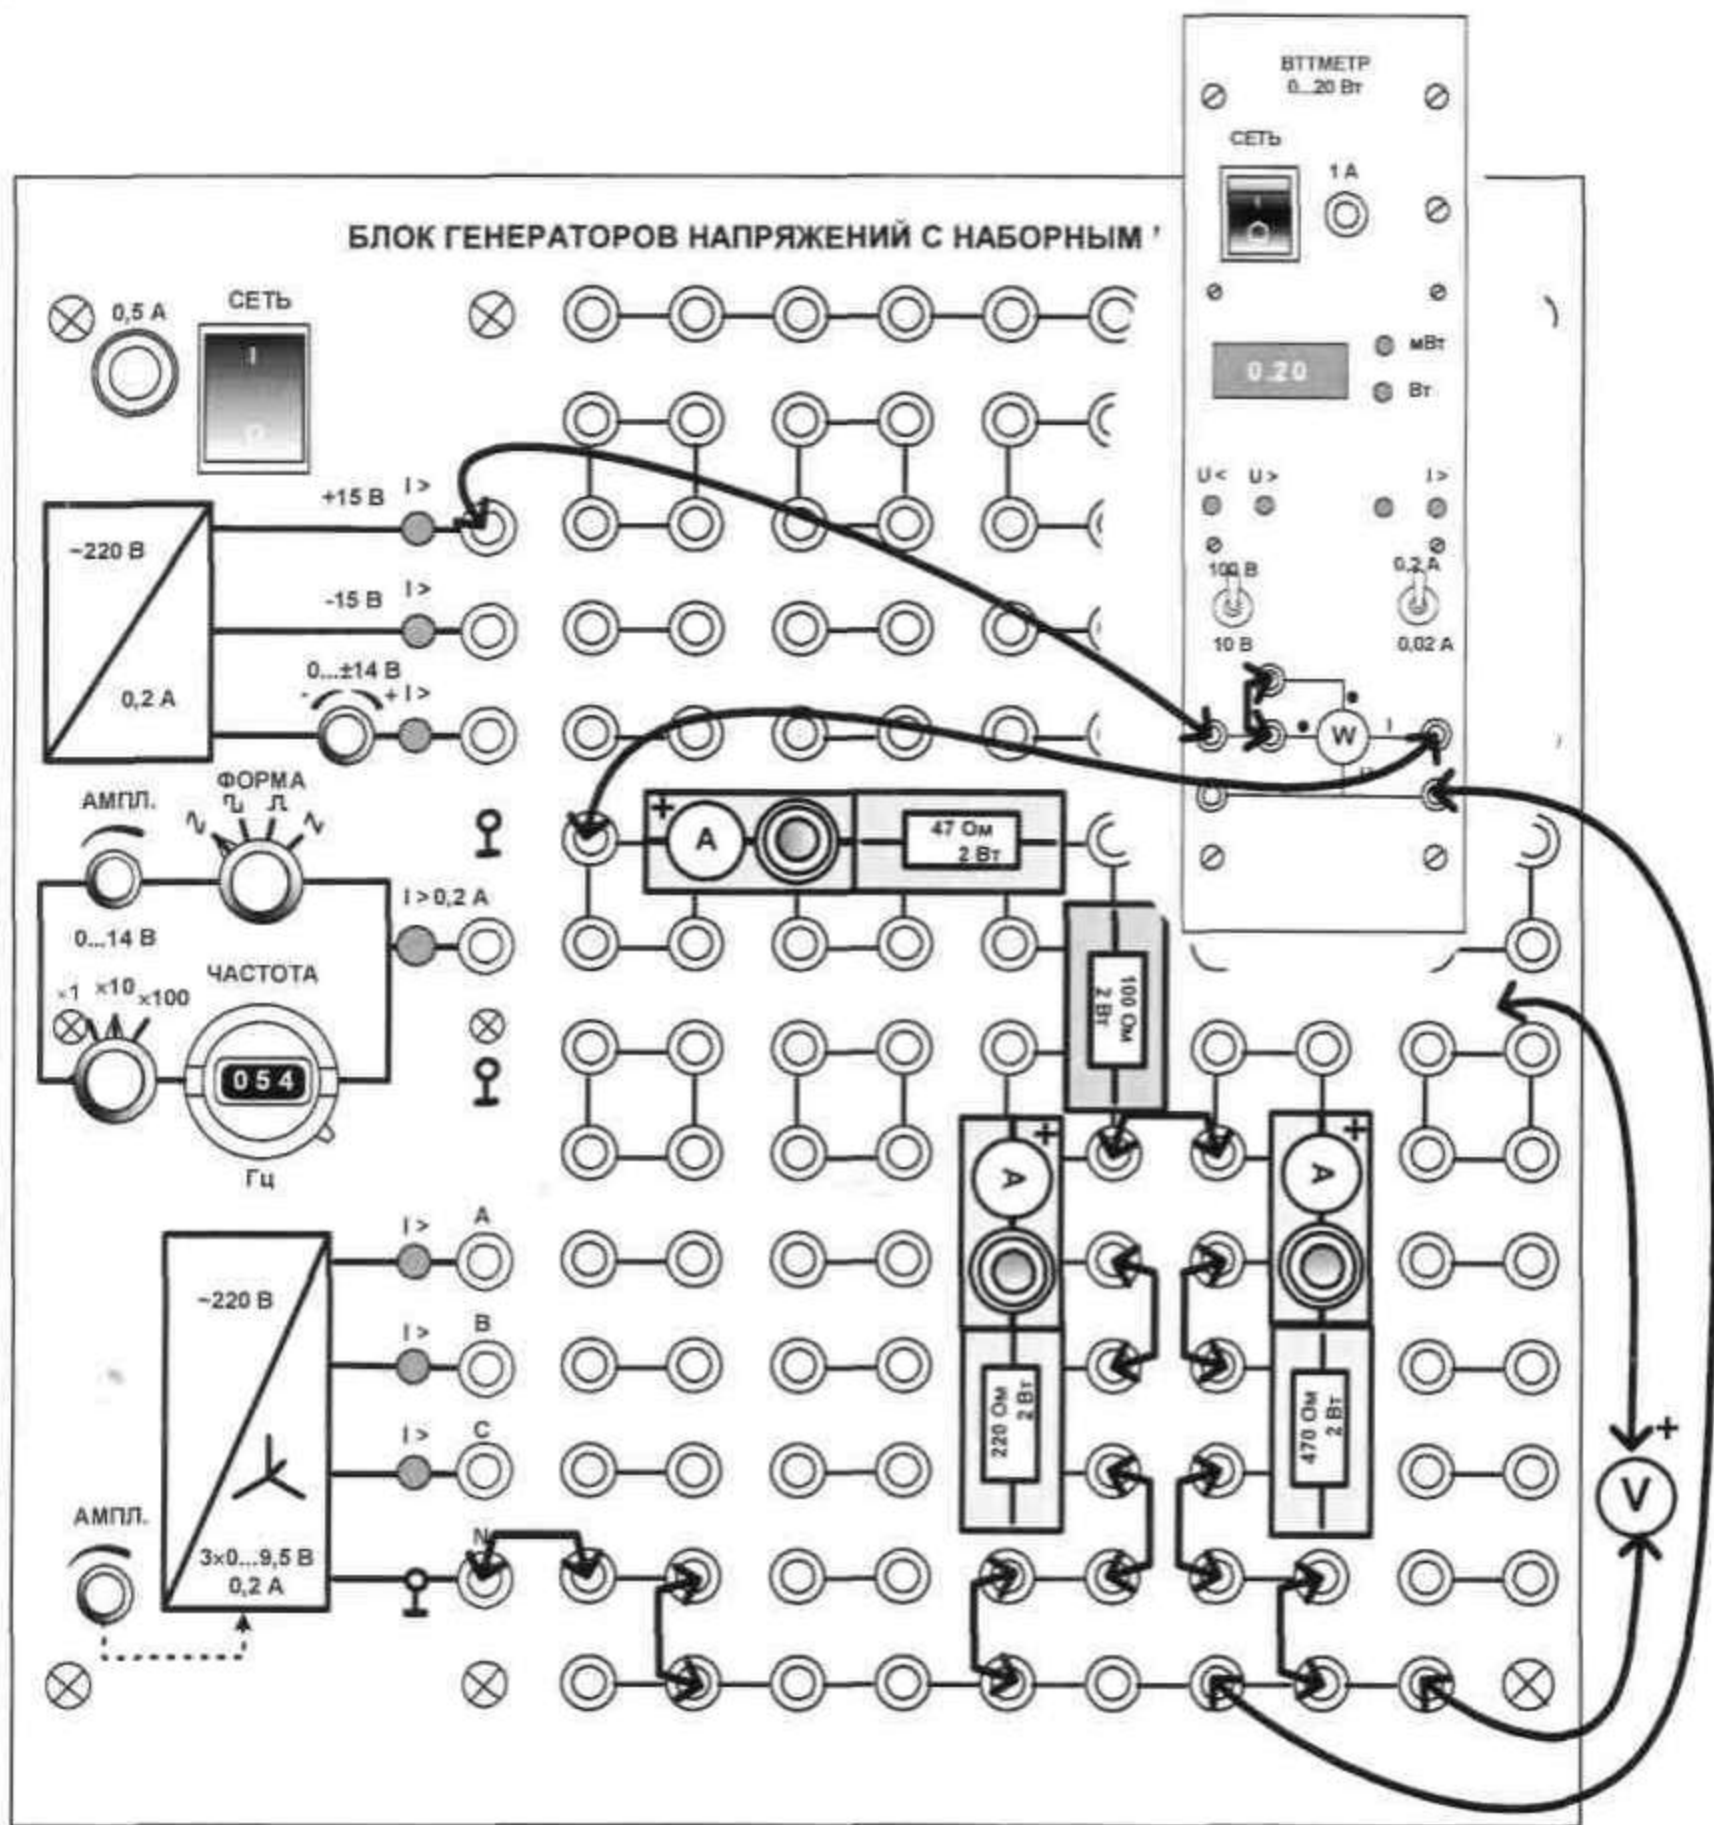

Рис.5.2
- Соберите цепь согласно монтажной схеме (рис. 5.2). В каждой из трёх ветвей этой схемы включены миниблоки для подключения амперметра. На входе цепи включён ваттметр для измерения полной мощности, потребляемой цепью.